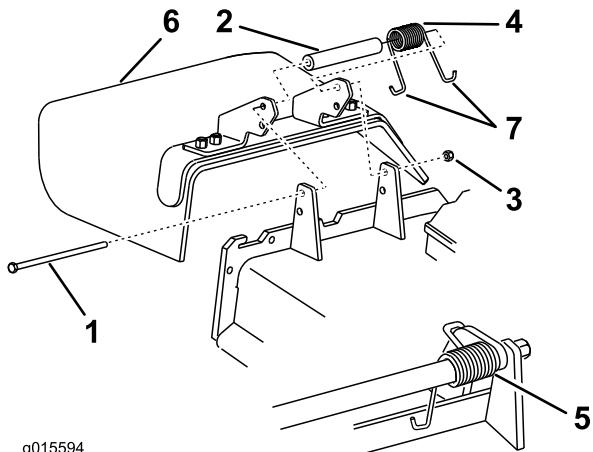

図 42
1. デフレクタをデッキのピボットブラケットに固定しているロックナット、ボルト、スプリング、スペーサを取り外す(図 42)。
注 必ず、スプリングのJフック端の1つをデッキエッジの後ろに引っ掛け、それからボルトを図42のように取り付けてください。
3. ボルトとナットを取り付ける。J形端部のひとつをデフレクタに引っ掛ける図42。